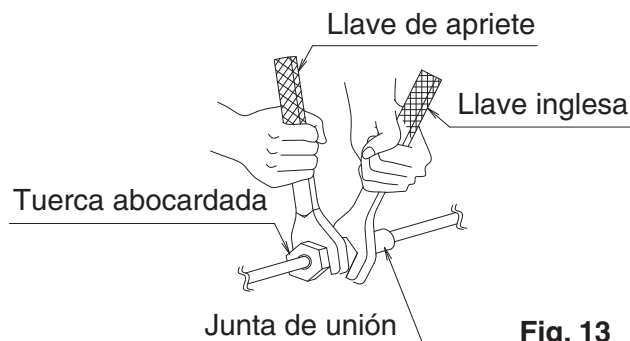

Fig. 13
- Al conectar las tuberías al aire acondicionado, asegúrese de utilizar una llave inglesa y una llave de torsión, tal y como se muestra en la Fig.13.